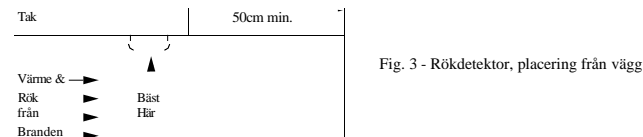

Fig. 3 - Rökdetektor, placering från vägg
Installera rökdetektor så nära takets centrum som möjligt, bort ifrån ljusarmaturer och luftkonditioneringskanaler. Om detta inte är praktiskt, montera rökdetektorn i taket, inte närmare än 50 cm från någon vägg eller hörn (se fig. 3).
- I utrymmen med stillastående luft, som ofta är högst upp i en taknock eller i topphörnet av tak och väggar. Död/stillastående luft kan förhindra att rök når rökdetektorn. Se Fig. 3 för den rekommenderade platsen.